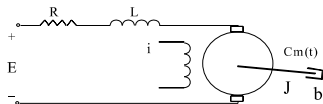

Figura 3
- 3) Se considera un motor de corriente continua con excitación independiente constante  $i$  y cargado según la **figura 3** siendo  $C_m(t)$  el par de carga,  $J$  el momento de inercia complexiva según el eje de giro,  $b$  el coeficiente de fricción viscosa en el eje,  $E$  la diferencia de potencial eléctrico aplicado en los bornes accesibles del motor,  $R$  la resistencia y  $L$  la inductancia eléctrica del bobinado de armadura.